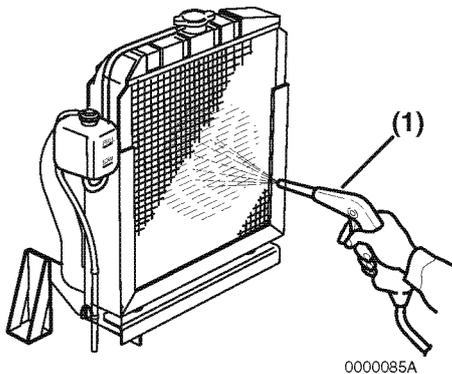

Abbildung 11
In **Abbildung 11** ist zur Veranschaulichung ein typischer Kühler dargestellt.
- Den Schmutz und Staub von Kühler und Kühlrippen mit Druckluft (max. 1,9 bar) entfernen (28 psi, 0.19 MPa, 2 kgf/cm²) (**Abbildung 11, (1)**). Vorsichtig mit Druckluft arbeiten, um die Kühlrippen nicht zu beschädigen.